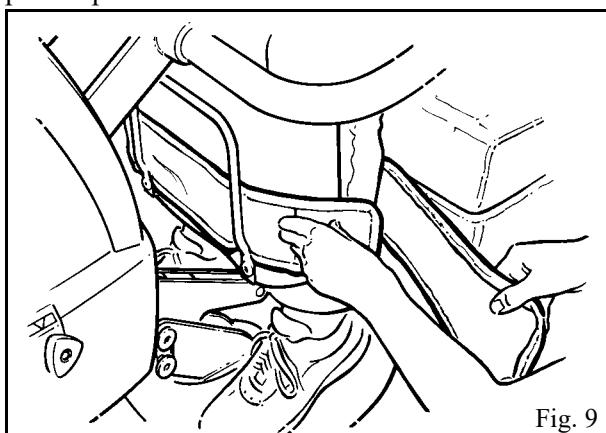

Fig. 9
3. Páselas por encima y junte las correas de piernas inferiores para unir el gancho y la correa autoadherente (Véase la fig. 9).